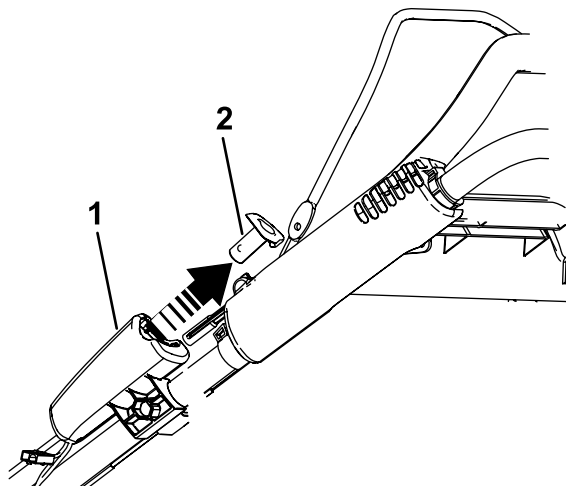

Figura 29
1. Retire el botón de arranque eléctrico tal y como se muestra en la Figura 29 (modelo de arranque eléctrico solamente).